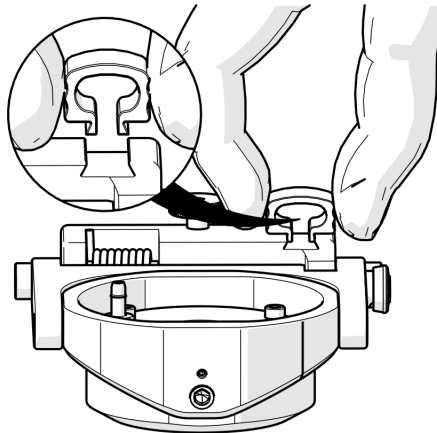

Abbildung 2-35 Kabelklemme
1. Die mitgelieferte Kabelklemme wird als Hilfe zur Kabelverlegung angeboten. Drücken Sie die Klemme zum Aus- und Einbau zusammen (siehe Abbildung 2-35 auf Seite 73).